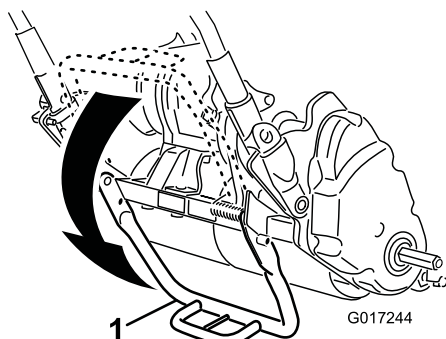

Figura 15
1. Con il piede, abbassate il cavalletto, quindi alzate il sostegno della stegola finché il cavalletto non gira in avanti, sopra il centro (Figura 15).